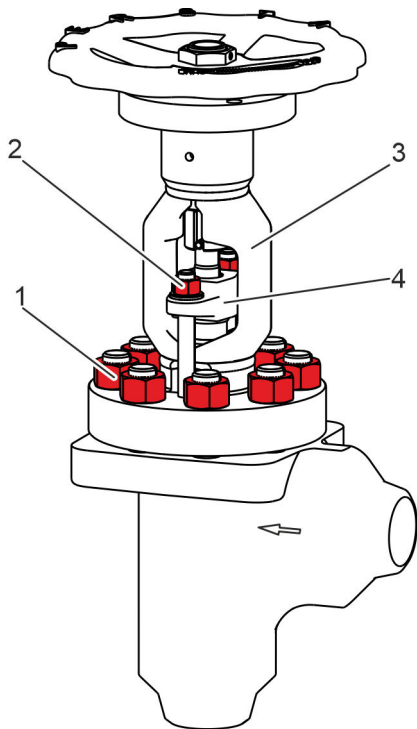

Abb. 29: Muttern aufschrauben
- 20. ► Stopfbuchsbrille (Abb. 29/4) auf die Spindel aufstecken.
- 21. ► Stopfbuchsbrille (Abb. 29/4) auf die Stiftschrauben im Gehäuse aufstecken.
- 23. ► Muttern (Abb. 29/2) mit den Stiftschrauben im Gehäuse locker verschrauben.